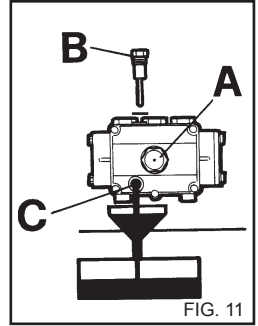

FIG. 11
- 2) Desaperte o tampão com a vareta de controlo do nível (fig. 11).